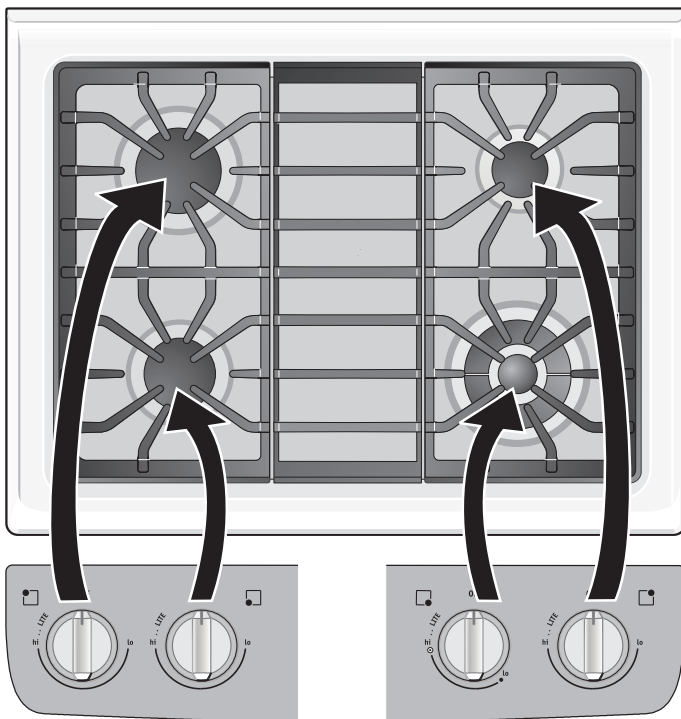

Figure 1
Le brûleur MIJOTANT est le plus petit des brûleurs. Il est plus souvent utilisé pour faire mijoter des sauces, etc. Il est situé à l'arrière à droite sur la surface de cuisson (Figure 1).
Le brûleur STANDARD peut servir à presque tous les besoins. Ce brûleur est situé à l'avant à gauche (Figure 1).
Les brûleurs de PUISSANCE sont les plus gros. Ils sont utilisés pour faire bouillir une grande quantité de liquide rapidement ou lorsqu'il y a beaucoup de nourriture à préparer. Ils sont situés à l'avant à droite et à l'arrière à gauche (Figure 1).
- 3 Relâchez le bouton en position «LITE» (ALLUMAGE) (voir figure 1). Note: Les 4 allumeurs des brûleurs de surface produiront des étincelles. Cependant, seul le brûleur dont le bouton a été tourné s'allumera.